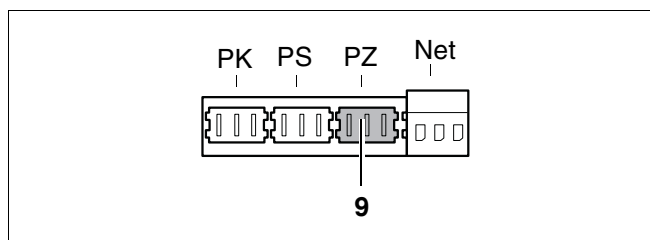

Fig. 41 Klemrække – cirkulationspumpe 230 V (tilslutningsfarve lilla)
- Slut cirkulationspumpen til det lille stik PZ (fig. 41, pos. 9). Maksimalt tilladt strømforbrug for pumpen = 250 W.